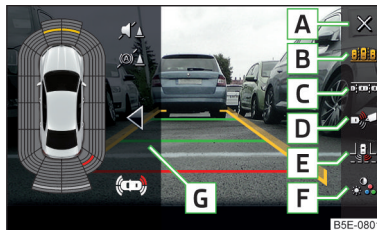

Fig. 262
Superficies de función » fig. 262
- Pulse ligeramente la superficie de función [C] » fig. 262 de la pág. 235.